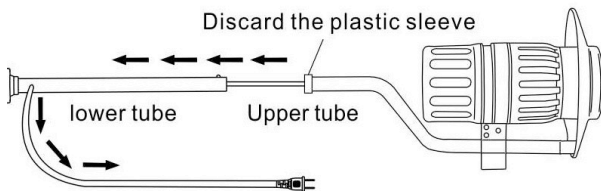

Figure 2
6. Sostenga la unidad con precaución y sostenga el compartimiento de almacenamiento de mosquitos. Sáquela siguiendo la ilustración 2, cuando escuche un “clic” retire la caja de almacenamiento de mosquitos.
8. Alinee la ranura del compartimiento con la ranura de la unidad, gírela de acuerdo a la ilustración 2. Cuando escuche un “clic” estará bien cerrada.
2. Insert upper and lower tubes and press the spring bulge to ensure both tubes are securely placed, as in Figure 2.